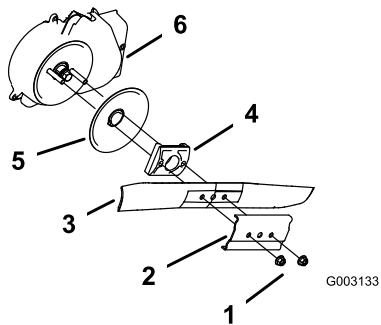

Figure 47
3. Retirez les 2 écrous de la lame et le renfort (Figure 47).
4. Déposez la lame (Figure 47).
5. Déposez le dispositif d'entraînement de la lame et le disque (Figure 47).
6. Déposez la protection de l'embrayage du frein de lame (Figure 47).
10. Reposez la lame et le renfort déposés précédemment (Figure 47).